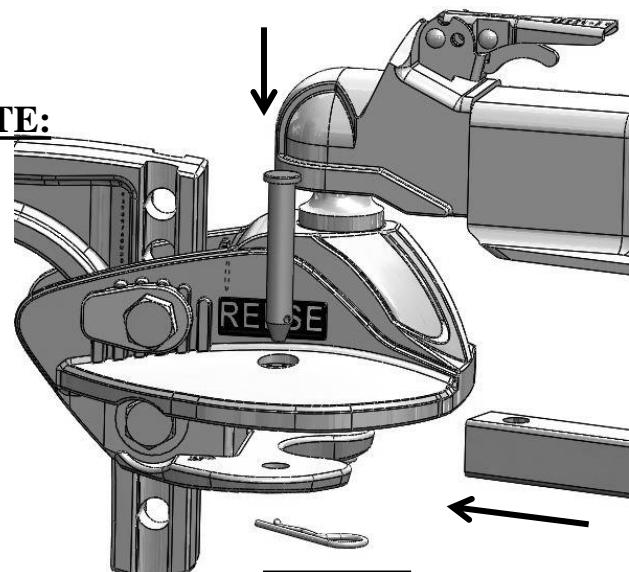

Fig. 11
23. Inserte las barras de resorte en el soporte de la esfera con el pasador de horquilla y clip de resorte (ver Fig. 11).